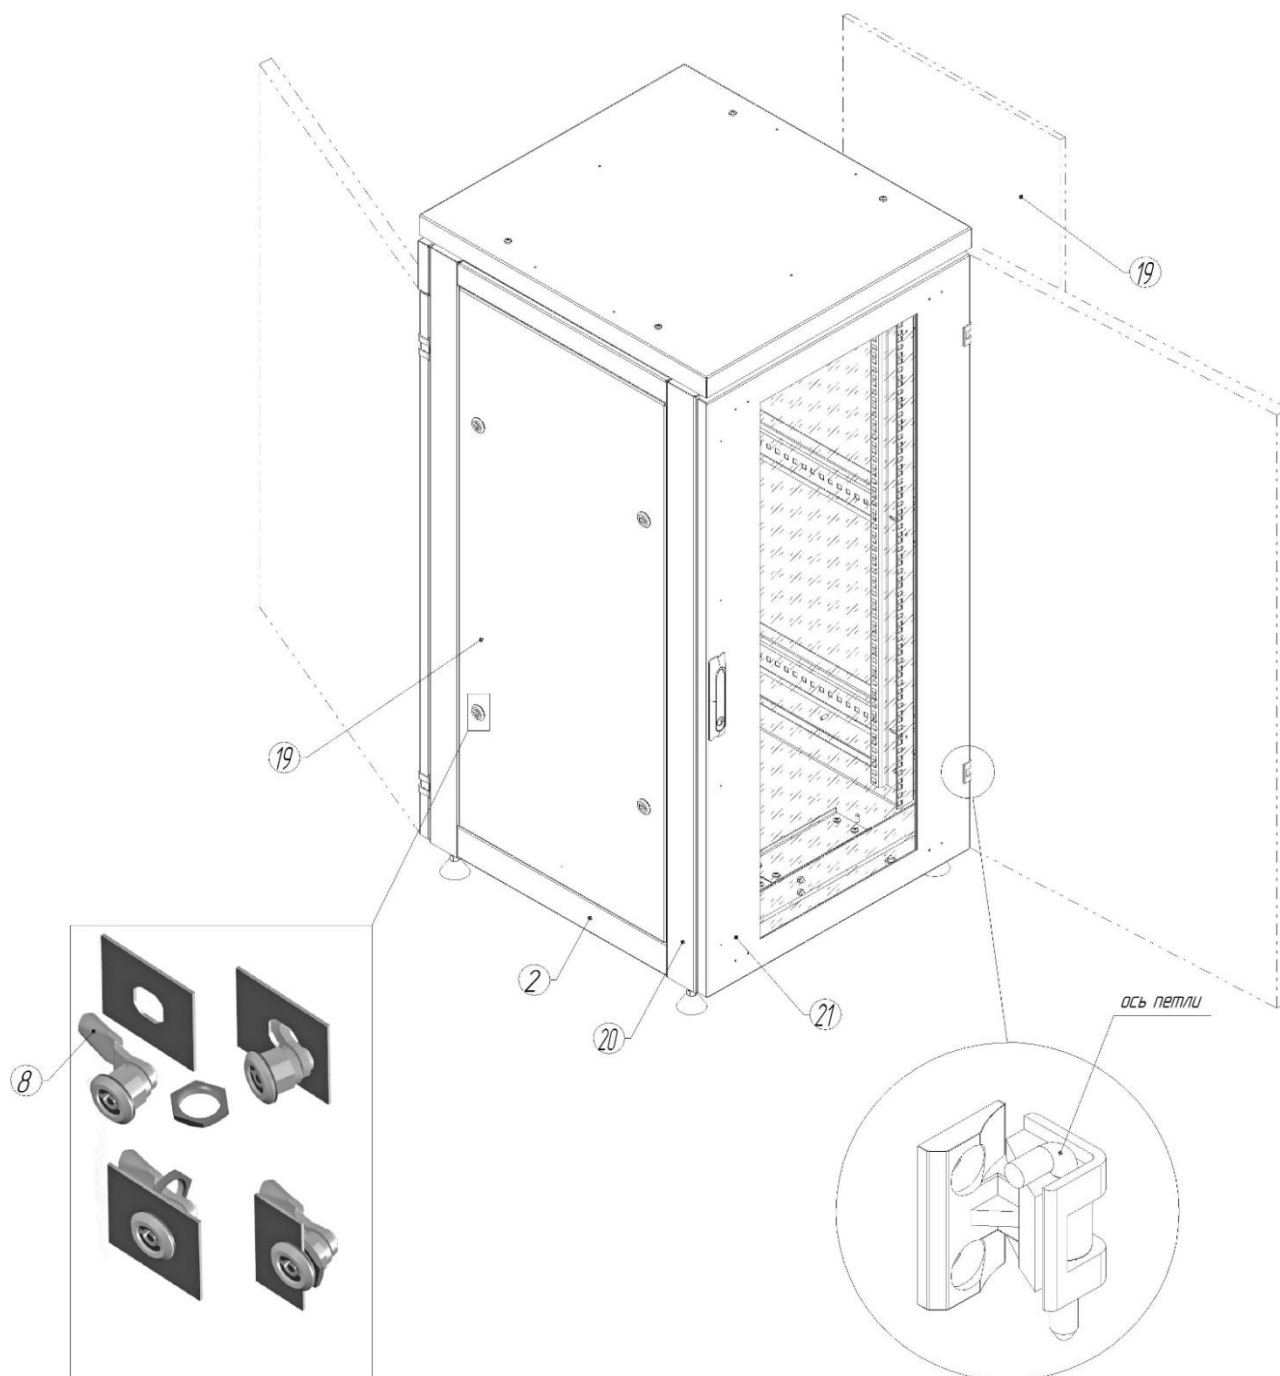

Рис.6
6.6 - навесить дверь переднюю (21) на раму переднюю (20), для чего соединить 2 части петли и зафиксировать Г-образной осью. см. рис. 6